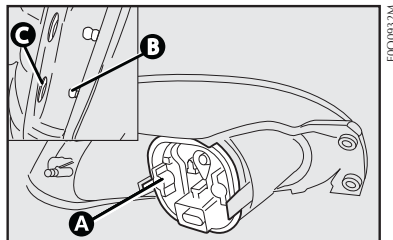

fig. 25
- remover, agindo nas três aletas de retenção, a tampa de proteção **A-fig. 25**;
- remontar a lanterna encaixando os pinos **B-fig. 25** nas sedes existentes na carroceria **C-fig. 25**.